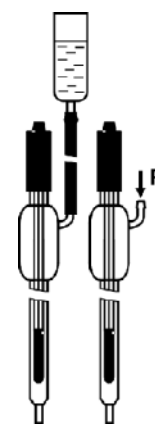

Рис.2
5.3 Патрубок, имеющийся на корпусе электрода, может быть использован для подключения внешней емкости с запасом электролита или подачи сжатого воздуха (до 0,3 МПа) для компенсации давления контролируемой среды (рис. 2).